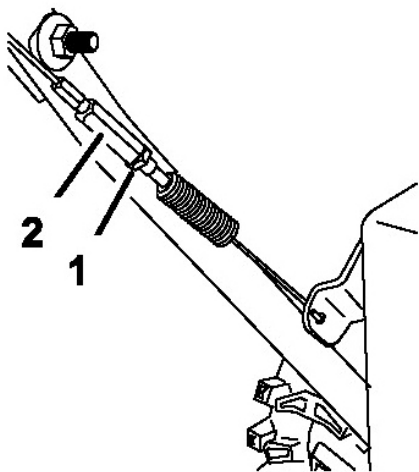

Рисунок 36.
3. Затяните контргайку (Рис. 36)